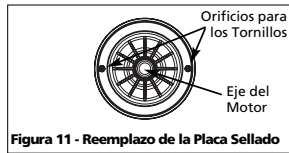

Figura 11 - Reemplazo de la Placa Sellada
- Deslice con cuidado la placa de sellado sobre el eje de modo que no se mueva el sello de su posición en la placa de sellado. Durante el ensamblado, la placa de sellado debe estar orientada de modo que los dos orificios estén en una línea horizontal a través del eje del motor y que las cuatro (4) clavijas de localización de la parte posterior estén alineadas con las lengüetas del armazón del motor (Figura 11). Esta ubicación se debe hacer para asegurar un drenaje y cebado adecuados.